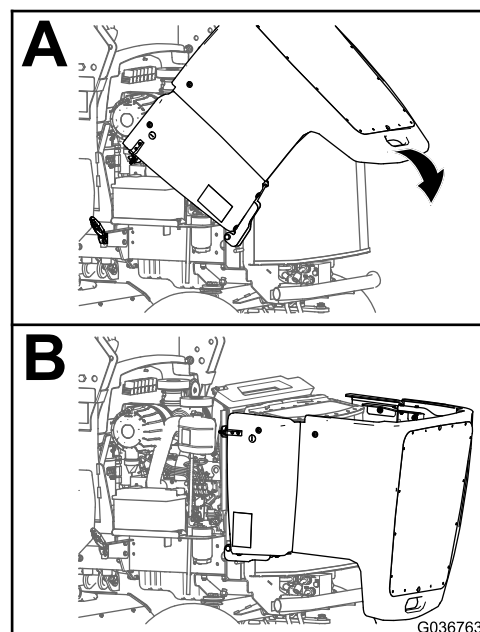

Figura 4
3. Gire con cuidado el capó hacia atrás y hacia abajo (Figura 4).